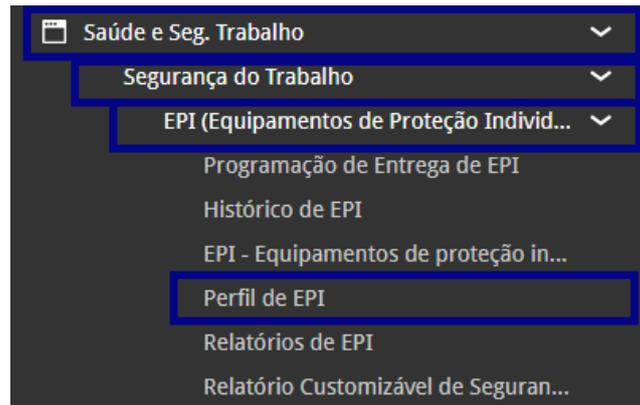

Figura 55: Caminho Perfil de EPI
- No menu lateral, acesse o caminho (Figura 55): Saúde e Segurança do Trabalho > Segurança do Trabalho > Perfil de EPI.